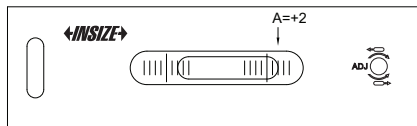

Fig.2
b) Cuando la burbuja deje de moverse, lea A en la escala (Fig.2).